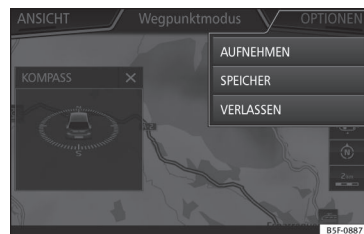

Abb. 228 Start Menü Offroad Navigation
- Es öffnet sich das Navigationsmenü Offroad »» **Abb. 228**.